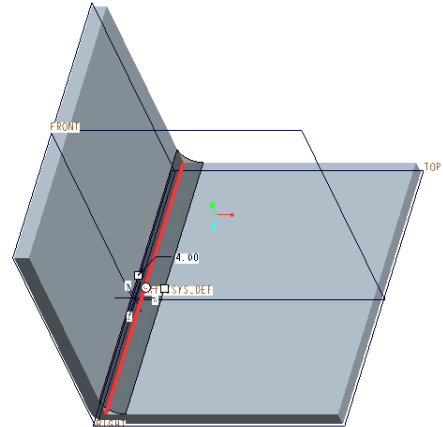
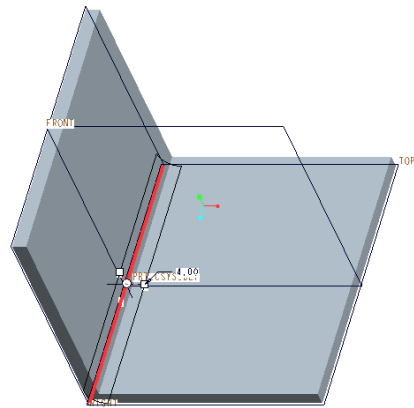

図 3-31 内側コーナーエッジの選択
図 3-32 外側コーナーエッジの選択
- ・図 3-31 と図 3-32 に示すように「Ctrl」キーを押しながらコーナーの内側と外側のエッジを選択する。